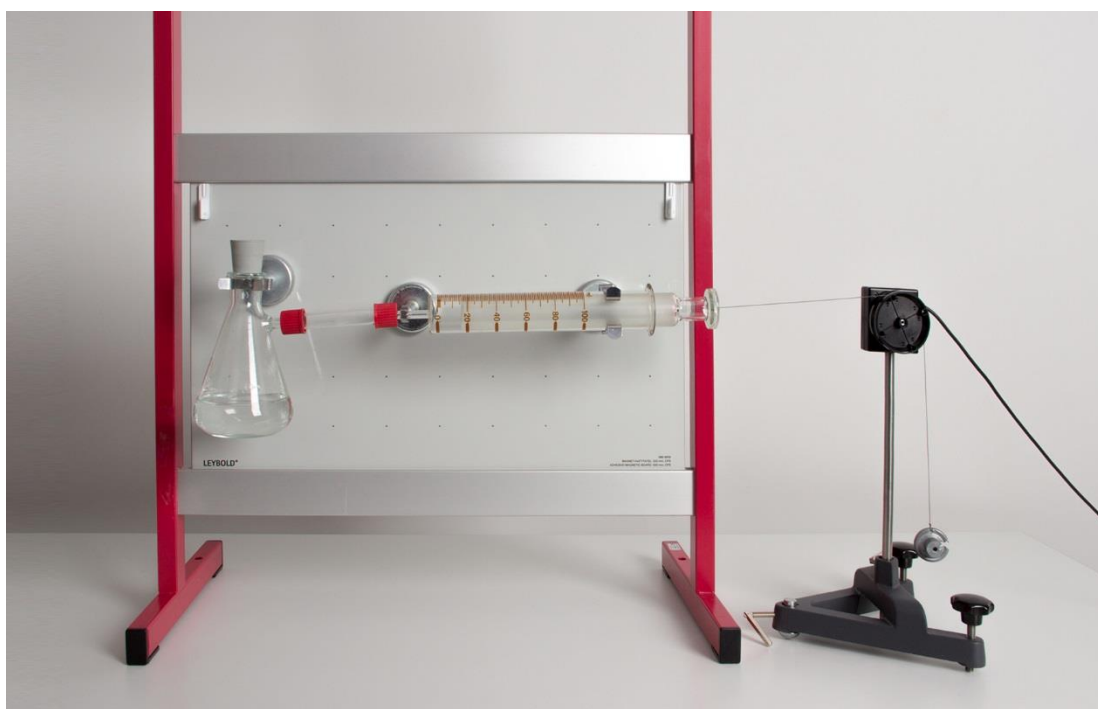

Abb. 1: Versuchsaufbau.
- Die Apparatur wird wie in Abb. 1 zu sehen aufgebaut.